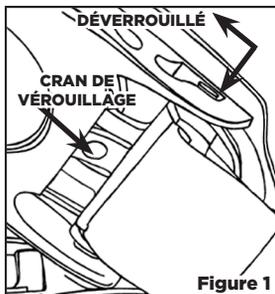

Figure 1
- 1 Appuyez sur les clips de rétention du verre et poussez-les pour les déclipser de leur logement. Renouvelez l'opération de l'autre côté. [voir figure 1]